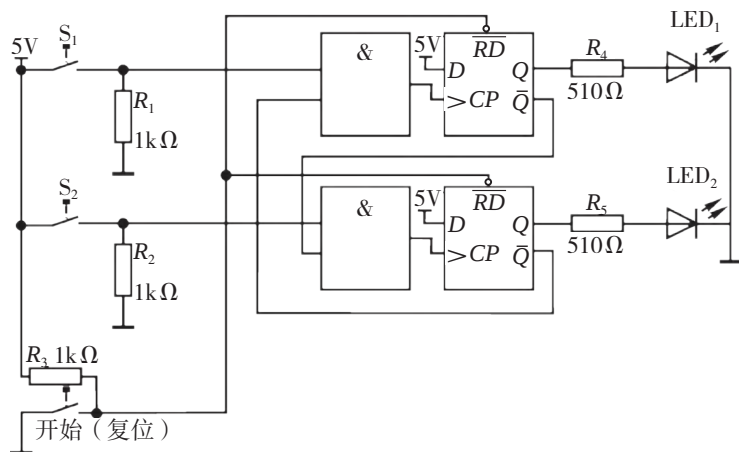

图3-43 优化后的两人抢答器电路
1. 图3-42的电路虽然可以实现谁先按，谁的灯先亮，但先按者的手一放开，其灯就会灭。能不能设计一个只要谁先按下，不管按后放不放手，其灯都一直亮着，而其他人即使再按开关灯也不亮的电路呢？解决这个问题的关键，就是要电路能够“记住”刚才的状态。数字电路中能够记忆电路状态的电路是触发器。图3-43是使用D触发器